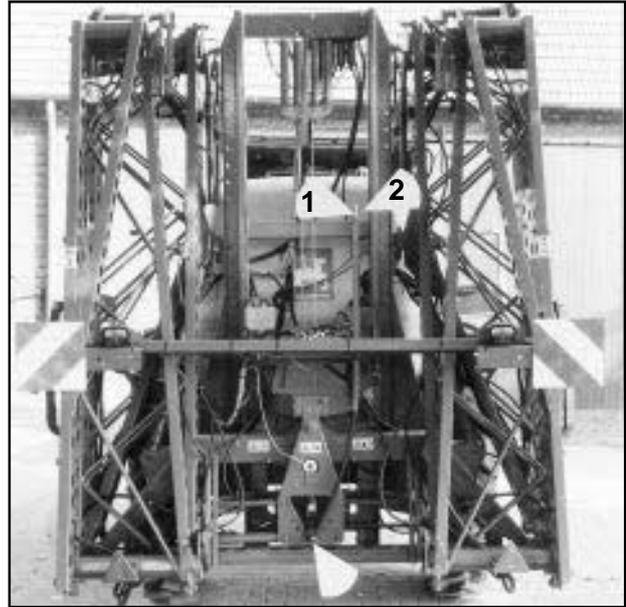

Fig. 10.34
**Verriegelt** ist der Schwingungsausgleich, wenn der rote Abschnitt (10.34/ 1) der Ent- und Verriegelungsanzeige (10.34/ 2) nur noch ca. 1/3 sichtbar ist. **Fig. 10.34 zeigt den verriegelten Schwingungsausgleich.**